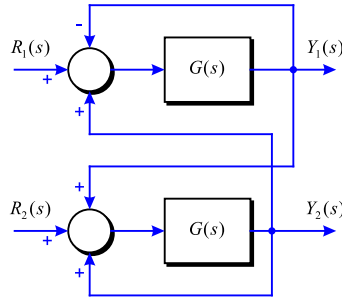

Figura 2-6
**Problema 18** L'acoblament d'un motor de turbohèlix es mostra a la Figura 2-6. Els senyals es defineixen com: